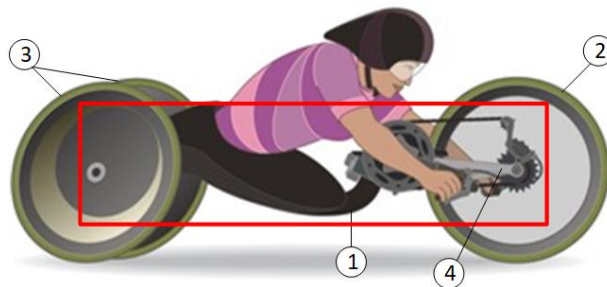

Figure 2: Composants principaux du vélo à main à concevoir.
Nous décrivons ici le produit que nous visons à développer en spécifiant les composants que nous vous demandons de concevoir, compte tenu de votre expérience en matière de conception des systèmes mécaniques. La **Fig. 2** montre une idée basique du vélo à développer, où 4 composants principaux sont identifiés : le cadre avec un siège (1), roue avant (2), les roues arrière (3), et le système de transmission (4). Nous avons volontairement simplifié le dessin de la **Fig. 2** afin de vous donner la liberté de faire toutes les modifications que vous jugez opportunes. Nous avons besoin de votre aide pour concevoir le système de transmission et cadre (siège inclus) comme il est remarqué par la boîte rouge de la **Fig. 2**. Nous sommes particulièrement intéressés par l'adaptation de ce système pour les enfants âgés de 9 et 17 ans qui souhaitent s'entraîner pour participer à des courses de vélos à main.